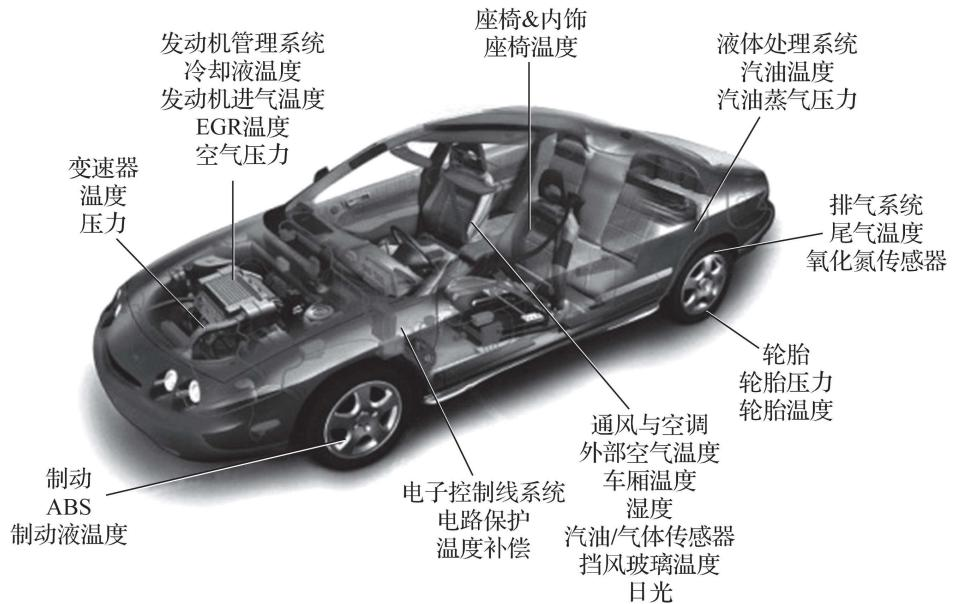

图 1-12 热敏电阻的应用
(4) 光敏电阻。光敏电阻是一种电阻值随外界光照强弱(明暗)变化而变化的元件,光越强阻值越小,光越弱阻值越大。在完全黑暗处,光敏电阻的阻值可达几兆欧以上,而在较强光线下,阻值可降到几千欧甚至 1 千欧以下。利用光敏电阻这一特性,可以制作各种光控的小电路。
(5)热敏电阻。热敏电阻是一个特殊的半导体器件,它的电阻值随着表面温度的变化而变化,且因热敏电阻元件具有无损耗、无滞后现象等优点,被广泛用于汽车空调控制电路、发动机冷却水温度检测、电机等设备保护、液面监测等各个方面,如图 1-12 所示。热敏电阻在豪华轿车上的装配数量也达到几十种。